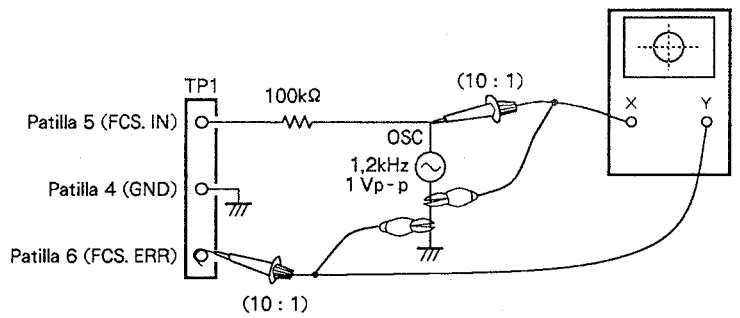

Fig. 7-11
- En el estado de POWER OFF (apagado), conecte el osciloscopio y el oscilador como se muestra en la Fig. 7-11.